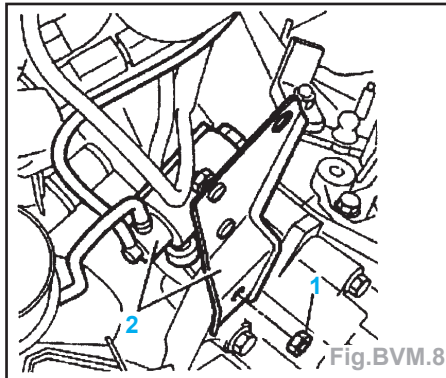

Fig. BVM.8
- Déposer l'écrou (1) du support de l'électrovanne du turbo (2) (Fig. BVM.8).